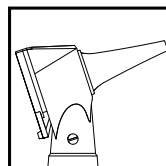

fig.3
- Insérez l'otoscope sur lequel l'embout est monté dans le canal auriculaire du patient (**figure 3**), puis examinez par la fenêtre d'observation qui grossit 3X ;